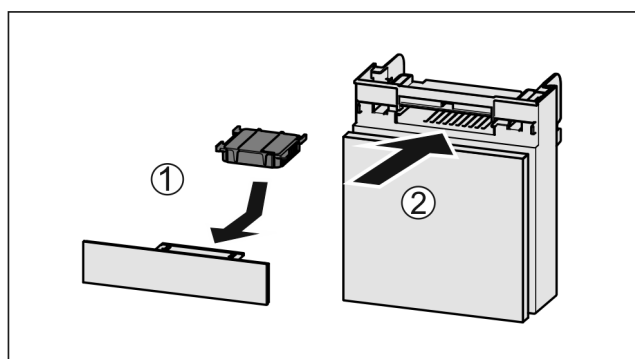

Fig. 87
- Umetnite filter s aktivnim ugljenom kao što je prikazano na slici Fig. 87 (1).
- Umetnite pretinac Fig. 87 (2).